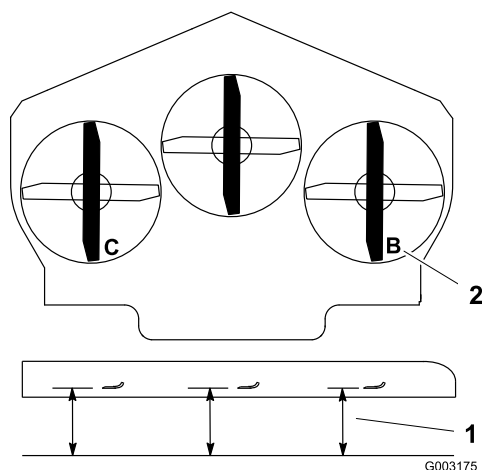

Figura 67
1. Disponete la lama destra in posizione longitudinale rispetto alla macchina (Figura 67).
2. Misurate la lama destra al punto **B** da una superficie piana fino al tagliente della punta della lama (Figura 67).
4. Disponete la lama sinistra in posizione longitudinale rispetto alla macchina (Figura 67).
5. Misurate la lama sinistra al punto **C** (Figura 67), da una superficie piana fino al tagliente della punta della lama.